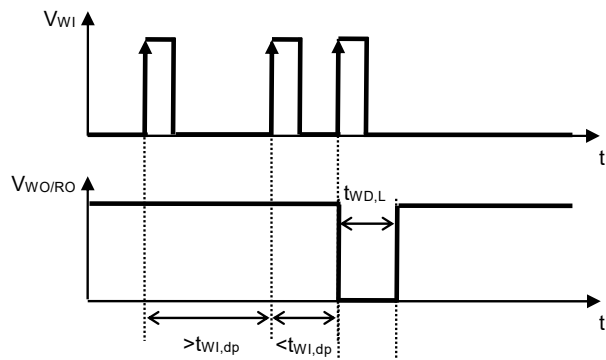

图8 看门狗双脉冲检测时间
- *3. 从看门狗定时器开始进行触发信号检测后，在 $t_{WI,dp}$ 期间再次检测到触发，到WO / RO端子输出变化为 "L" 为止的时间 (参阅图8)。此值可以通过 C_{DLY} 的电容值进行更改。